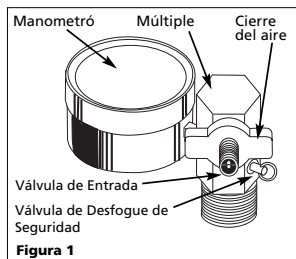

Figura 1
2. Conecte el mandril de la fuente de suministro de aire a la válvula de entrada ubicada al lado del múltiple de bronce (Vea la Figura 1). Llene el tanque hasta alcanzar una presión máxima de 8,62 bar indicada por el manómetro. La válvula de seguridad está fijada a una presión de 9,31 bar para evitar que se llene el tanque excesivamente.